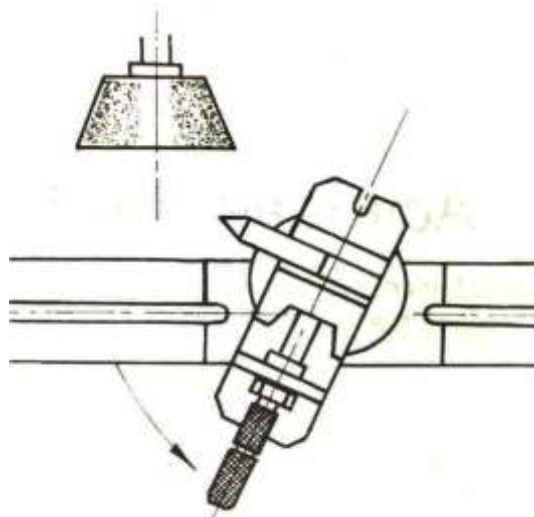

Fig. 11
- c.** Prepare la máquina para esmerilar cara lateral. Posicione la cara lateral (Fig. 11).